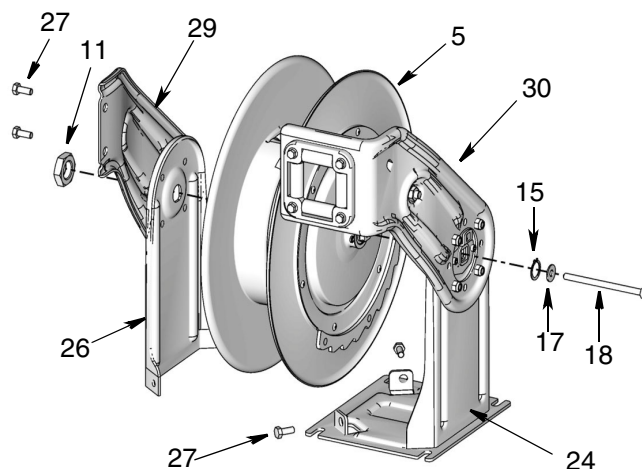
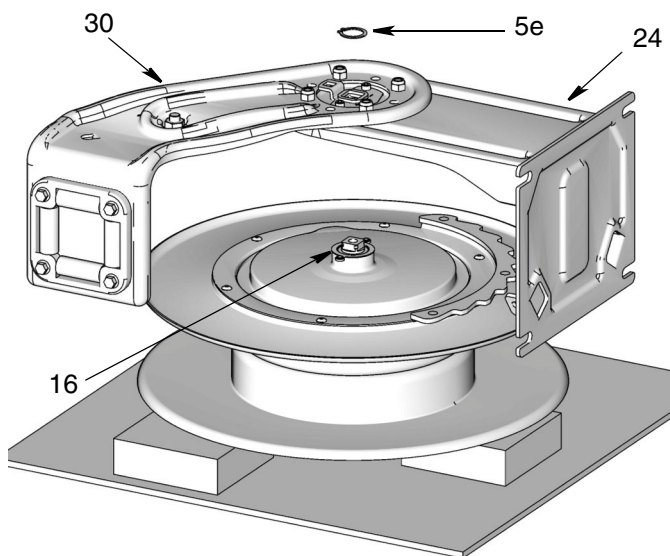

FIG. 16
FIG. 17
5. Retirez le gros écrou (11) (FIG. 16).
6. Retirez les deux vis (27) fixant maintenant le socle (26) à l'embase (24) et les deux vis (27) maintenant le bras de guidage (29) au bras de guidage (30) (FIG. 16).
7. Retirez complètement l'ensemble du bras de guidage et du socle (26 / 29) et mettez-les de côté pour les réinstaller sur la nouvelle bobine (FIG. 16). Ces pièces n'ont pas besoin d'être démontées.
8. Déposez l'enrouleur de flexible sur son flan afin d'avoir facilement accès au bras de guidage et au socle (24 / 30). Retirez le long boulon (18) et les rondelles (15 / 17) (FIG. 16 et FIG. 17).
9. Retirez l'anneau de retenue (5e) (FIG. 17).
12. Placez la bobine (5) neuve sur son côté sur un banc de montage. Assurez-vous que le côté plat de la bobine est orienté vers le bas sur le banc et que le côté du rochet est orienté vers le haut, comme illustré dans la FIG. 17.
quelques blocs de bois d'environ 1 po. d'épaisseur sous la bobine, comme illustré dans la FIG. 17 (page 22) facilitera le maintien de cette dernière pendant l'installation du bras.
19. Installez le gros écrou (11) (FIG. 16, page 21). Serrez l'écrou à un couple de 378 - 467 Nm (85-105 pi.-lb).
20. Serrez le boulon (18).
21. Alignez le bras de guidage (29) et le bras de guidage (30). Installez les vis (27). Serrez les vis à un couple de 89 - 133 N.m (20-30 pi.-lb).
22. Alignez l'ensemble du socle (26) avec la base (24). Installez les 2 vis (27). Serrez les vis à un couple de 89 - 133 N.m (20-30 pi./lb).